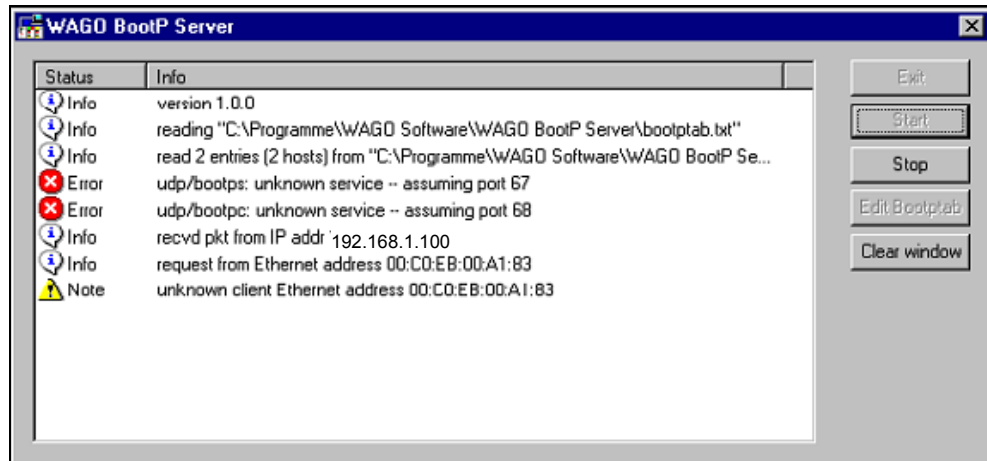

Abbildung 24: Dialogfenster des WAGO-BootP-Servers mit Nachrichten
2. Schließen Sie die Elektronikversorgung für den I/O-IPC an die Filterklemme 750-626 (6) an, indem Sie gemäß der Abbildung 24 V mit „+“ und 0 V mit „-“ verbinden. Sehen Sie eine Absicherung von 1,6 A vor.
3. Leiten Sie die Elektronikversorgung von der Filterklemme (6) zum I/O-IPC, indem Sie die mit der Versorgungsleitung verbundene Buchse auf den Anschluss X4 (9) stecken.
4. Schließen Sie die Feldversorgung an die Filterklemme 750-626 (6) an, indem Sie gemäß der Abbildung 24 V mit „+“ und 0 V mit „-“ verbinden. Sehen Sie eine Absicherung von 10 A vor.